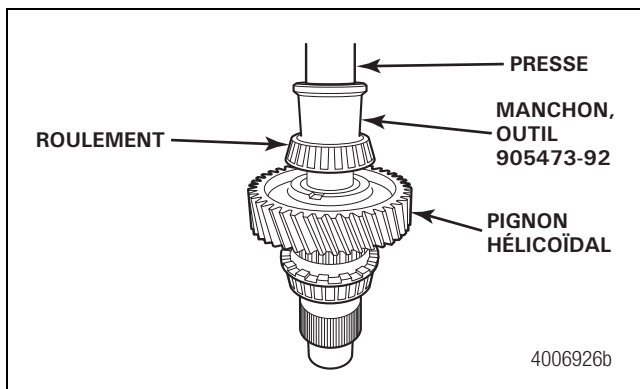

Figure 6.4
8. Utiliser l'outil no 905473-92 pour installer le roulement à l'extrémité de l'arbre de sortie, le petit embout conique étant orienté vers le HAUT. Utiliser une presse et un manchon pour enfoncer et loger complètement le roulement sur l'arbre de sortie. Se reporter à la Section 13 pour les cotes de réalisation de l'outil. Enfoncer le roulement en prenant appui uniquement sur la bague intérieure. Utiliser une cale d'épaisseur de 0,002 po pour vérifier si le roulement est correctement logé. Figure 6.4.